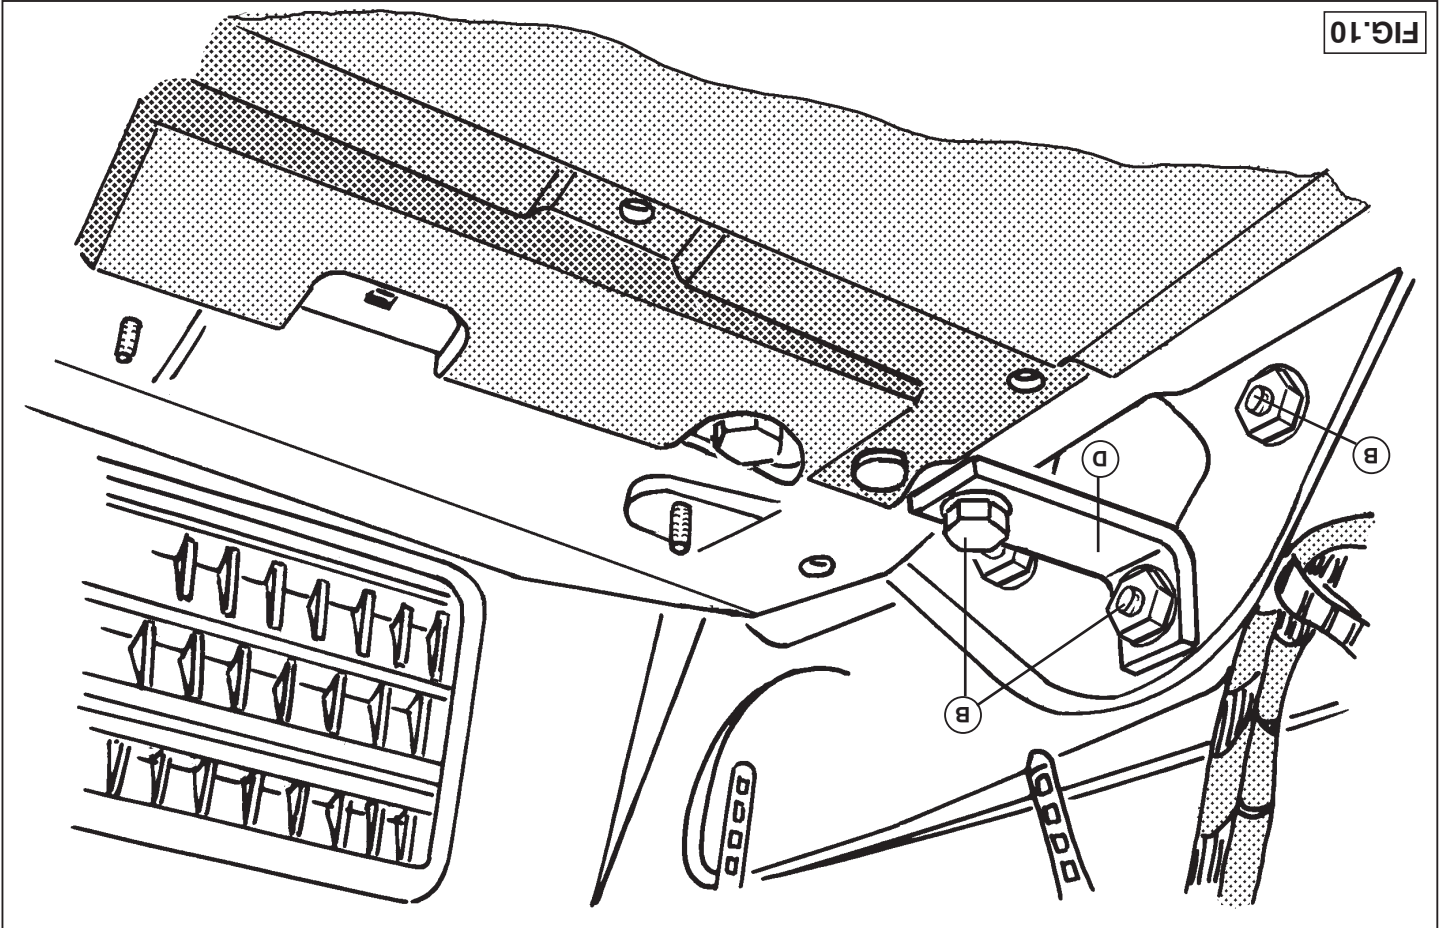

FIG. 10
overeenkomstig de tabel vast. Plaats de bumper inclusief trekhaak en bevestig deze overeenkomstig fig. 10 t.p.v. de punten B d.m.v. zes zelf- borgende moeren M10 inclusief sluitringen. Draai alle bouten en moe- ren overeenkomstig de tabel vast en herplaatst de in fig. 1 aangegeven delen.
3. Place the tow bar as shown in fig.9 in the lightweight metal frame and fasten it at the shock absorber points using the original attaching accessories. Put the entire construction onto the bumper and replace (if fitted) the heat shield. Attach the ball hitch with socket plate using two M12x75/31.2 bolts with flat washers and self-locking nuts. Tighten the ball hitch nuts to the values given in the table. Attach the bumper with tow bar at points B as in fig.10 using six self-locking M10 nuts with flat washers. Tighten all nuts and bolts to the values shown in the table and replace the parts indicated in fig.1.
selbstsichernden Muttern befestigen. Die Kugelbefestigungsschrauben gemäß den Angaben in der Tabelle festdrehen und gemäß Fig. 10 bei liehlich Kupplungskugel mit Halterung anlegen und gemäß Fig. 10 bei den Punkten B mit sechs selbstsichernden M10-Muttern inklusive Unterlegscheiben befestigen. Alle Schrauben und Muttern gemäß den Angaben in der Tabelle fest-drehen und die in Fig. 1 angegebenen Teile wieder anbringen.
l'aide de deux boulons M12x75/31,2, rondelles de blocage et écrous autorotants inclus. Serrer les boulons de fixation de la rotule conformément au tableau. Positionner le pare-chocs avec l'attache-remorque et le fixer conformément à la fig. 10 à l'emplacement des points B à l'aide de six écrous autorotants M10, rondelles de blocage incluses. Serrer tous les boulons et écrous conformément au tableau et remettre en place les pièces déposées au point 1.
3. Placera dragkroken i lättmetallramen "enligt fig. 9" och sätt fast den på stötdämparnas fästpunkter med det originella monteringsmaterialet. Placera det hela i stötfångaren och sätt tillbaka, om monterad, värmeskölden. Placera kulstängin inklusive kontakthållare och fäst den med två skruvar M12x75/31.2 inklusive planbrickor och självlåsande muttrar. Momentdrag kulans fästsruvar enligt tabellen. Placera stötfångaren inklusive dragkroken och montera den med sex självlåsande muttrar M10 inklusive planbrickor på punkterna B. Se fig. 10. Momentdrag samtliga skruvar och muttrar enligt tabellen och sätt tillbaka de i fig. 1